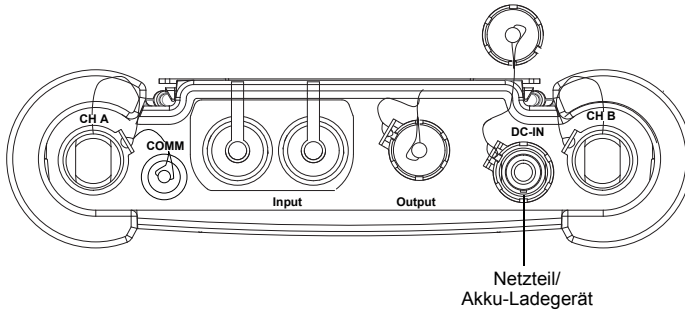
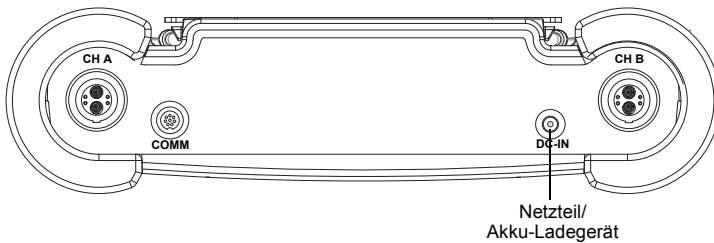

Abb. 7.11: Anschlüsse am Messumformer FLUXUS F608
Abb. 7.12: Anschlüsse am Messumformer FLUXUS F608**-F2
- Schließen Sie das Netzteil an den Messumformer an (siehe Abb. 7.11 oder Abb. 7.12).